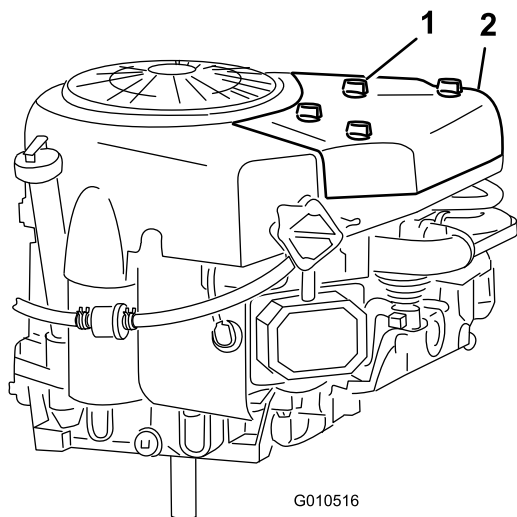

Bild 20
2. Schrauben Sie die Handräder los und entfernen Sie die Luftfilterabdeckung (Bild 20).
3. Montieren Sie die Luftfilterabdeckung und Handräder (Bild 20)